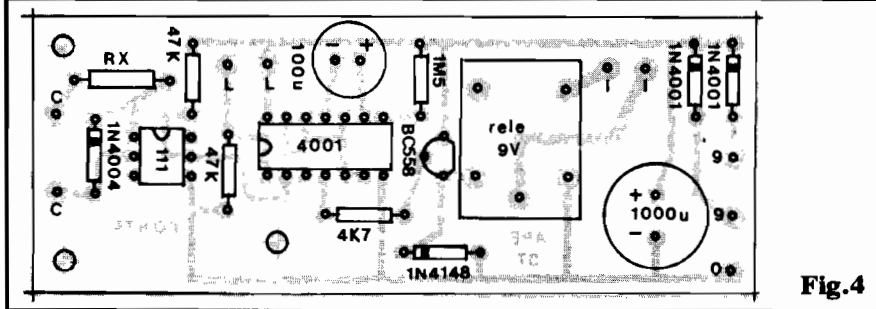

Fig.4
- FIG. 4 - "CHAPEADO" DA MONTAGEM - Sem "segredos", bastando ao Leitor/Hobbysta a "tradicional" dose de atenção, principalmente quanto ao posicionamento dos componentes polarizados (Integrado, opto-coupler,